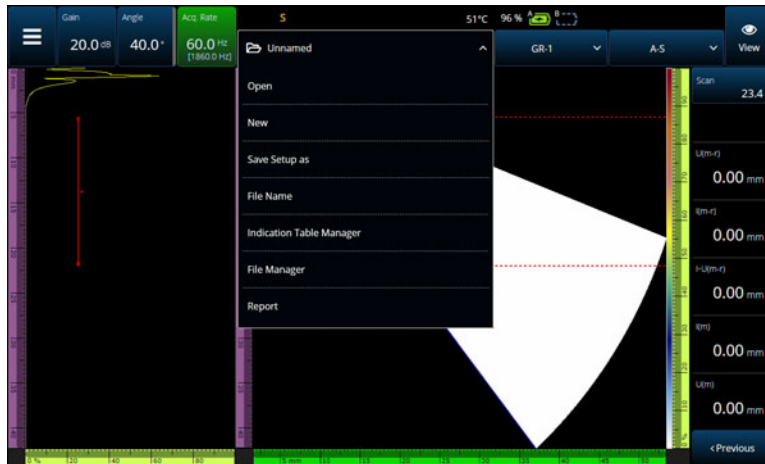
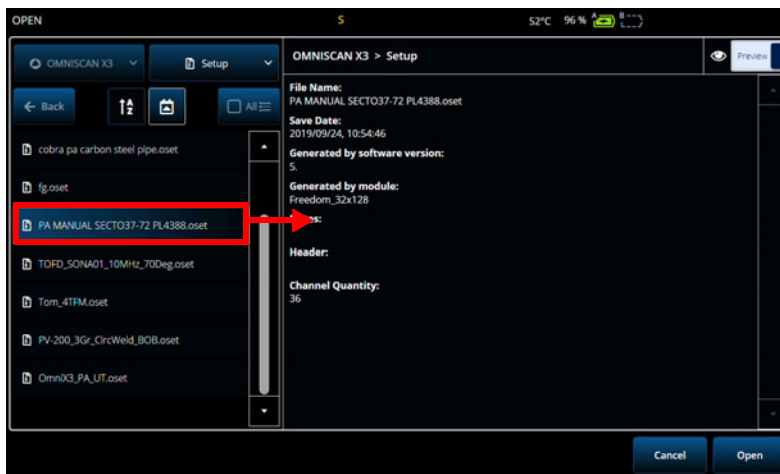

図 6-1 File（ファイル）メニュー
図 6-2 Open (開く) メニュー
探傷の設定とデータはファイルを使用して保存および整理し、レポートにまとめます。☰ File（ファイル）メニューを使用すると、各種のファイルパラメーター、Report（レポート）ツール、File Manager（ファイルマネージャ）にアクセスできます（209ページの図 6-1）。
- 設定ファイルを保存するには、**File (ファイル) メニュー**で **Save Setup As (設定ファイル保存)** を選択します (209 ページの図 6-1)。
- ファイルを開くには、**File (ファイル) メニュー**で **Open (開く)** を選択し (209 ページの図 6-1)、ファイルが置かれているディレクトリを選択します。ファイルタイプを選択して、設定ファイルまたはデータファイルを開くことができます。**Filter (フィルター)** アイコンを使用してファイルをアルファベット順や日付順にしたり、選択したファイルをプレビューしたりすることもできます (210 ページの図 6-2)。